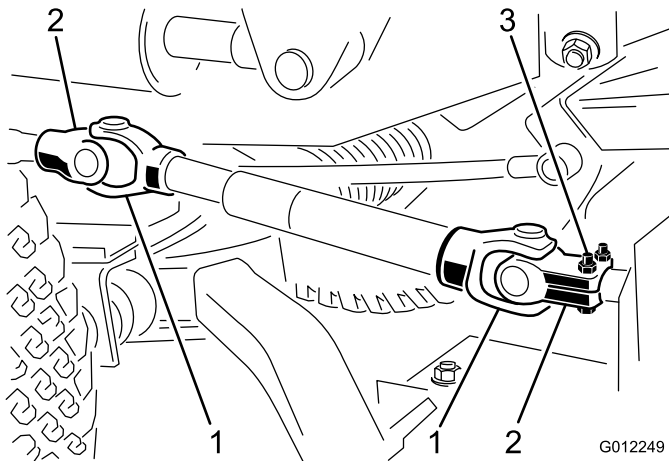

Figura 11
2. Deslice la horquilla sobre el eje y sujete los dos componentes con un pasador cilíndrico y 2 tornillos de caperuza (5/16 x 1-3/4 pulgadas) y contratuerzas (5/16 pulgadas) (Figura 11).